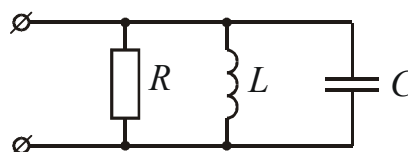

Рис. 1.2
5. На примере цепи, схема которой изображена на рис. 1.2, необходимо понять и объяснить решение двух задач.